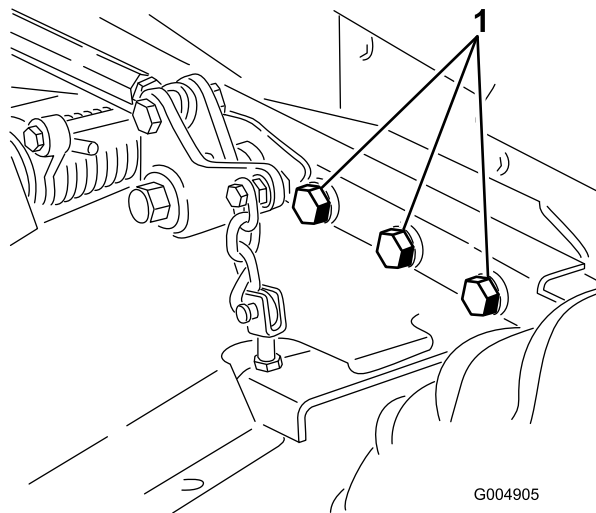

図 58
5. ボルトナット類にゆるみがないか点検し、必要な締め付けを行う。刈り込みデッキをトラクションユニットに固定しているボルト6本をトルク締めする 359 N·m 36.7 kg/cm² = 265 ft·lb 図 58。